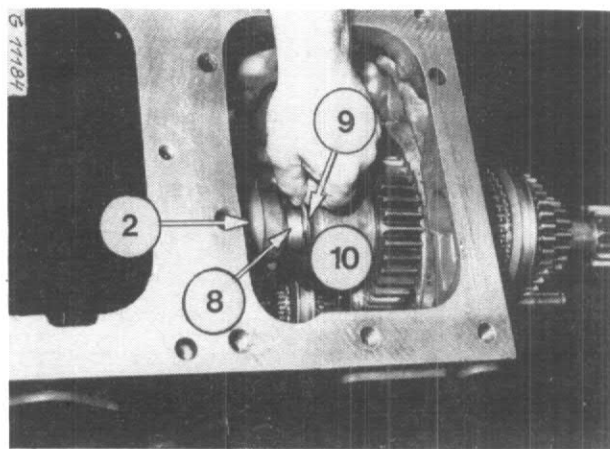

Figure 117
Vérifiez le jeu entre 7 et 8 figure 106 et placez des cales (9) suivant besoin pour obtenir la cote spécifiée (Fig. 117).